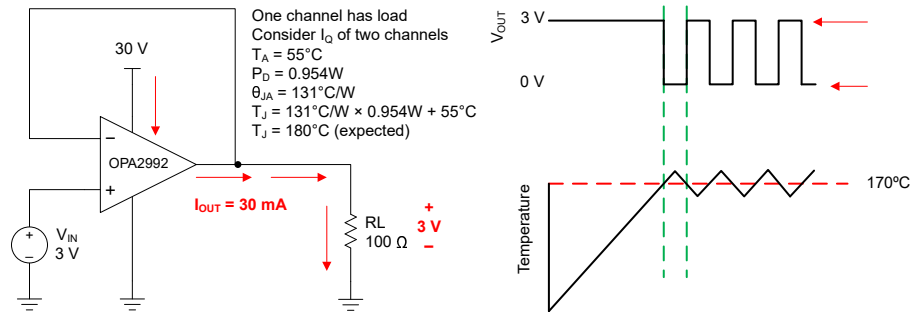

图 7-4. 过热保护
任何放大器的内部功耗都会导致内部温度（结温）升高。这一现象称为 *自热*。OPAx992 的绝对最大结温为 150°C 。超过此温度会损坏器件。OPAx992 具有过热保护功能，可减少自热造成的损坏。该保护功能的工作原理是监视器件的温度，并在温度超过 170°C 时关闭运算放大器输出驱动。图 7-4 展示了 OPA2992 的应用示例，该器件因为其功耗 (0.954W) 而会产生显著的自热。在此示例中，两个通道都具有静态功耗，而其中一个通道具有很大的负载。热能计算表明，当环境温度为 55°C 时，器件结温达到 180°C 。不过，实际器件会关闭输出驱动来恢复到安全的结温。图 7-4 显示了电路在过热保护期间的行为。在正常工作期间，器件充当缓冲器，因此输出为 3V 。当自热导致器件结温升高超过内部限制时，过热保护强制输出进入高阻抗状态，并通过电阻 R_L 将输出拉至接地。如果依旧存在导致过大功耗的状况，放大器将在关断和启用状态之间振荡，直到输出故障得到纠正。请注意，热性能可能会因所选封装和 PCB 布局设计而有很大差异。此示例使用 SOIC (8) 封装的热性能。